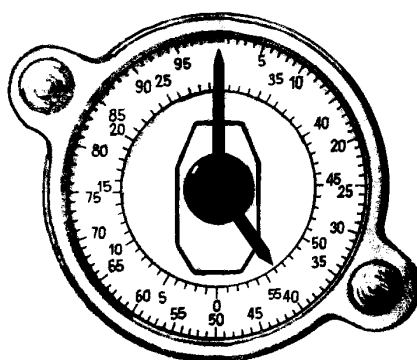

Рис. 9. Положення азимутального покажчика 54-00
- знімає башту зі стопору (якщо вона була застопорена у похідному положенні) і після зняття командиром кришки правого магазину та полику, повертає башту праворуч на 54-00 по азимутальному покажчику (рис. 9).